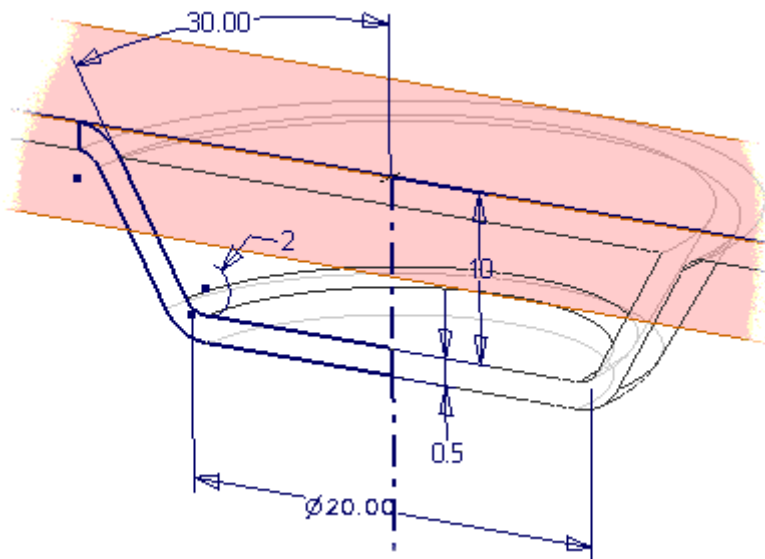

Bild 17: Neue Skizze und sichtbare Skizze3
2. Expandieren Sie im Browser die *Drehung1*. Klicken Sie mit der rechten Maustaste auf *Skizze3* (diese befindet sich unter *Drehung1*) und wählen Sie im Browser Sichtbarkeit (Bild 17).